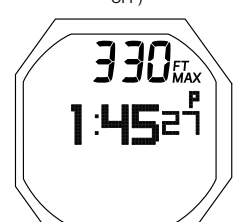

Fig. 148 - ÉCRAN SECONDAIRE PLONGÉE FREE
**ÉCRAN SECONDAIRE PLONGÉE FREE ET TECH FREE : paramètres affichés (Fig. 148)**